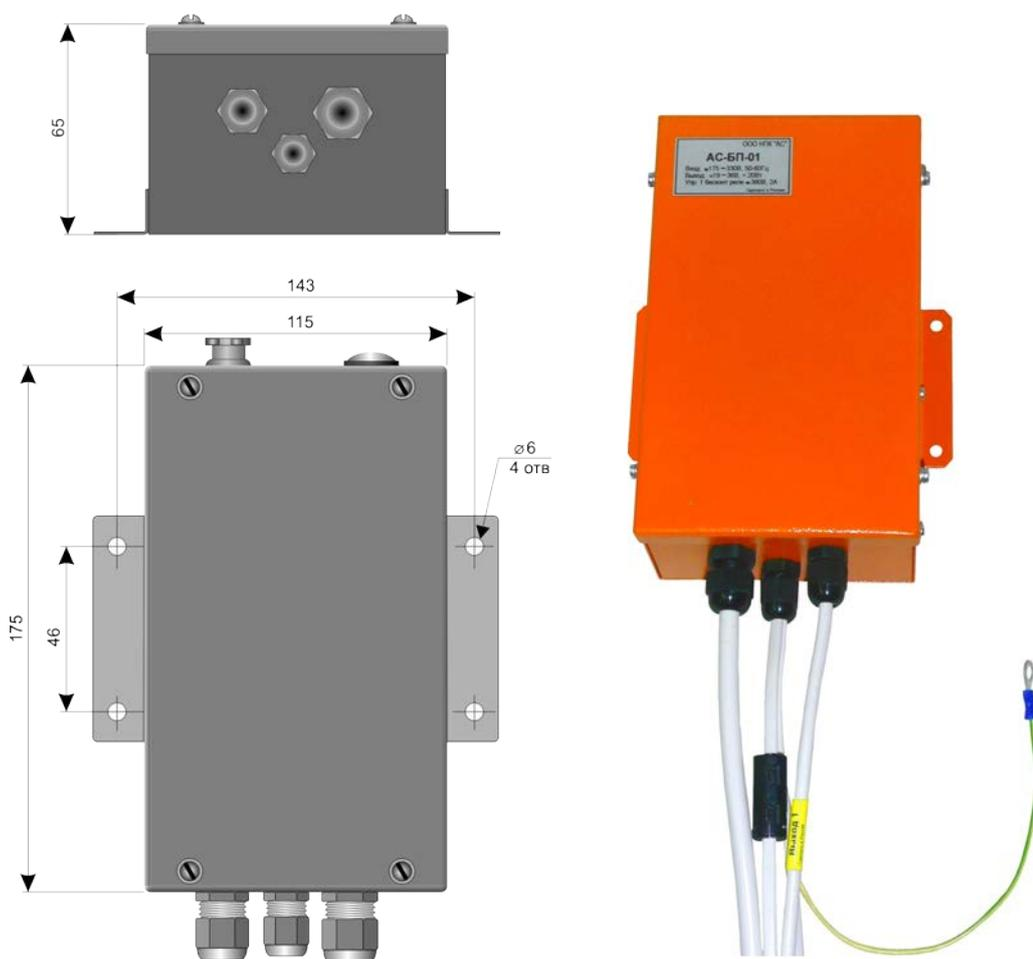

Рис. 6
- 4) блок питания АС-ВП-01 _____ 1 шт, Рис.6;
6.6. Первичный источник питания ИП, Рис.6, служит для преобразования сетевого напряжения 220В в необходимое для питания микроконтроллера напряжение 24В. Источник размещается в непосредственной близости от микроконтроллера, в зоне с отсутствием помех конвективному теплообмену. Содержит встроенный выключатель Sn1, предохранитель, преобразователь 220/24В и бесконтактное реле, рассчитанное на коммутацию электрических цепей с напряжением до 380В при токе коммутации до 2А.